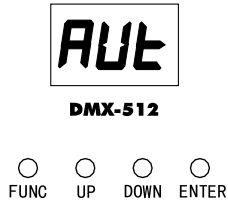

Fig.6
- Premere il tasto FUNC fino a quando sul display non appare [AUL] (fig.6).